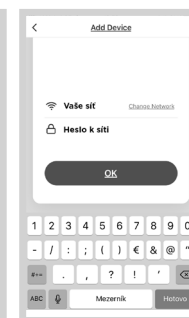

Fig. 9
5. Seleccione la red Wi-Fi a la que el artefacto se conectará e ingrese la contraseña (Fig. 9).